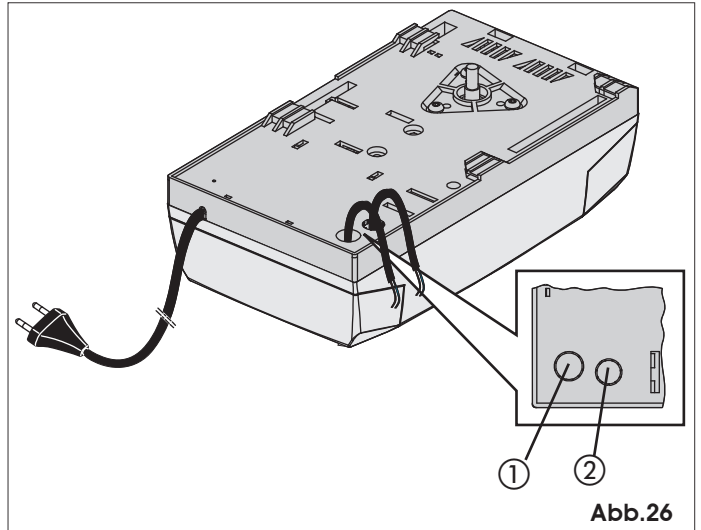

Abb.26
- Für den Anschluss der externen Bedienelemente, der Sicherheitseinrichtungen und der Signalvorrichtungen sind die vorgearbeiteten Stellen zu durchbrechen (Abb. 26 Bez. ①).
- Für den Anschluss der Sicherheitsleiste (siehe Abschnitt 17.3) die vorgearbeitete Stelle durchbrechen (Abb. 26 Bez. ②).